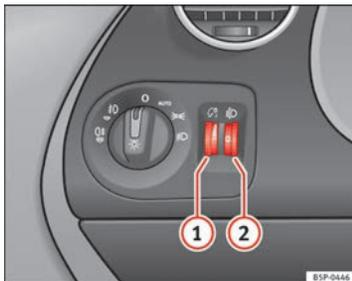

Fig. 74 Painel de instrumentos: reguladores da iluminação dos instrumentos, dos comandos e do alcance dos faróis
Com a luz acesa, é possível regular a intensidade da iluminação dos instrumentos e dos interruptores, rodando a roda recartilhada ⇒ Fig. 74 ①.